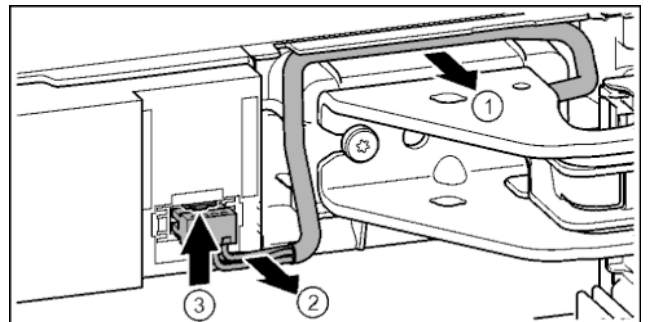

Fig. 18
- Осторожно освободить кабель над опорным кронштейном из направляющей. Fig. 18 (1)
- Аккуратно вытянуть жилы кабеля из канала. Fig. 18 (2)
- Прижать соединительную накладку вверх и осторожно вынуть штекер. Fig. 18 (3)